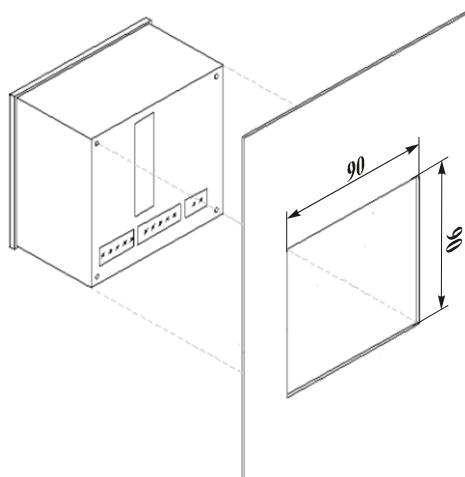

Рис. 1
1. Выберите место на лицевой панели щита для установки прибора. Вырежьте в панели квадратное отверстие размером 90x90 мм для установки прибора (**рис. 1**).